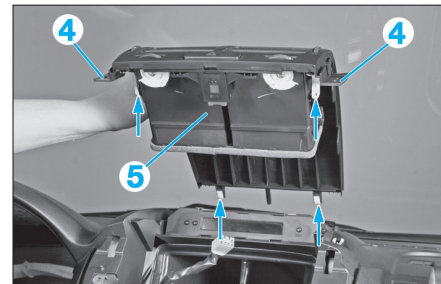

FIG. 40
- Dévisser les 2 fixations à tête cruciforme de l'aérateur centrale (4) (**Fig.40**).
- Débrancher le connecteur des feux de détresse (5).